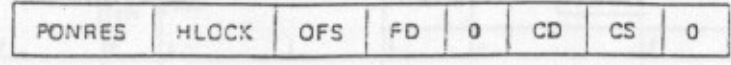

FIGURA 38
Na figura 38 vemos a estrutura do formato de dados da via SDA do bloco interface IC Bus. O sinal Ponres é o Reset, HLock informa se o pulso horizontal está ou não em fase, respectivamente, níveis 1 a 0. O bit FD indica se o vertical opera com frequência de 60 Hz (1) ou 50 Hz (0). O bit CD informa se o sistema é PAL-M (1) ou NTSC (0).